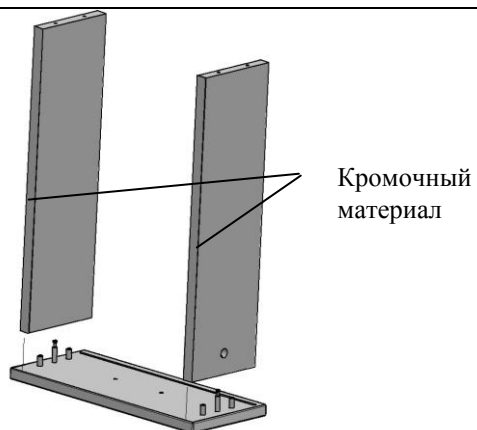

Рис. 11
4.2.2. На сборку по п. 4.2.1. установить боковину ящика правую (поз. 10), боковину ящика левую (поз. 9) (см. рис. 11). В отверстия боковин вставить эксцентрики EC03ZL/18 (поз. 18) (рис. 11а) стрелкой в направлении стенки передней и повернуть эксцентрик по часовой стрелке 180° max. (См. рис. 11а, 11б).
Рис. 11а
Рис. 11б